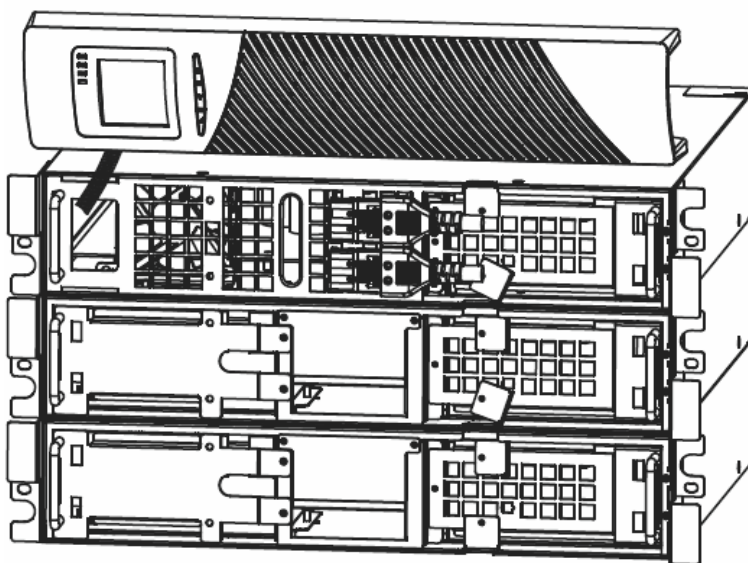

Рис. 13 Стандартная установка блоков АКБ
3. В верхней части блока аккумуляторов удалите заглушку выпускного отверстия (См. Рис. 13).
4. Если вы устанавливаете несколько блоков аккумуляторов, для каждого блока аккумуляторов удалите заглушку выпускного отверстия кабеля блока аккумуляторов в верхней и нижней части передней панели блока аккумуляторов (см. Рис. 13).
5. Вставьте кабель (кабели) блока аккумуляторов в аккумуляторный разъем (разъемы), как показано на Рис. 13. К ИБП можно подсоединить до четырех блоков аккумуляторов. Подсоедините черный к черному. Слегка нажмите на разъем для надежного соединения.